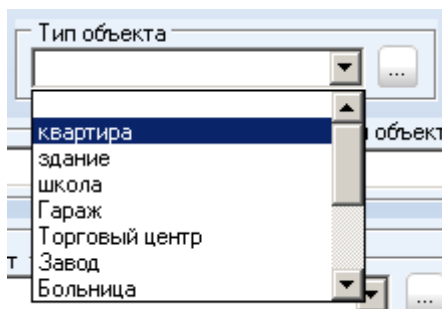

Рисунок 149
**Тип объекта** параметр, выбираемый или добавляемый в список, характеризующий, к какому типу относится объект (Рисунок 149)